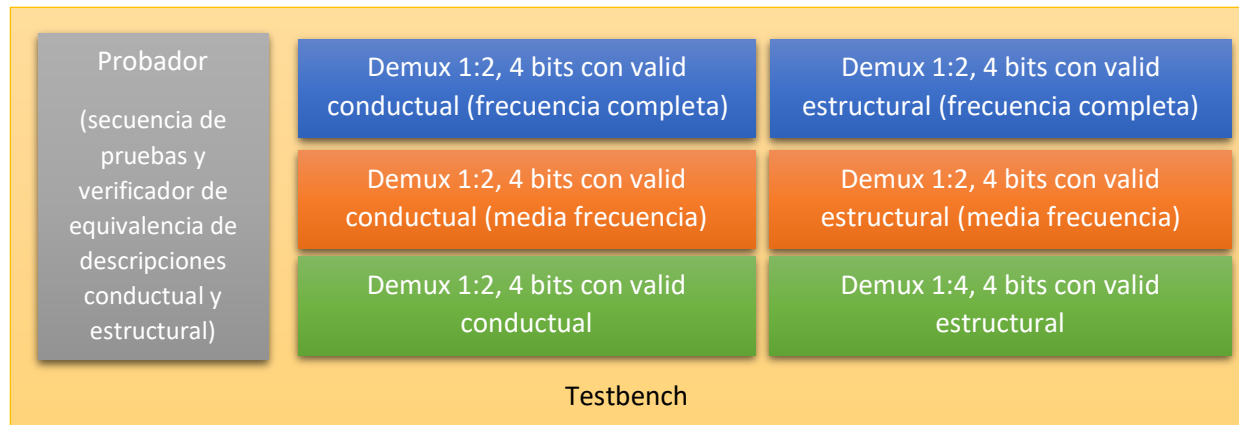

Figura 1. Estructura de módulos Tarea #6.
4. El entregable tendrá una estructura similar a la de la Figura 1.